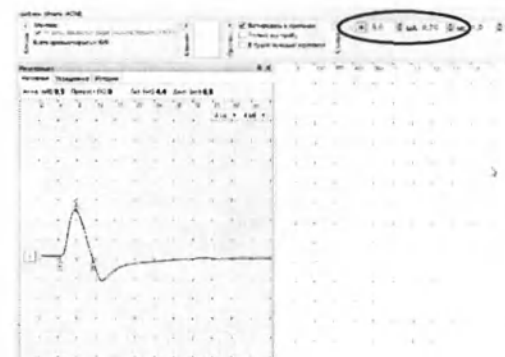

Рис. 38. Регистрация М-ответа
9. Проведите одиночную стимуляцию, постепенно увеличивая силу стимула с шагом 1 мА, до получения максимального М-ответа. Средняя сила стимула — 20–30 мА, длительность стимула — 200 мкс (рис. 38).